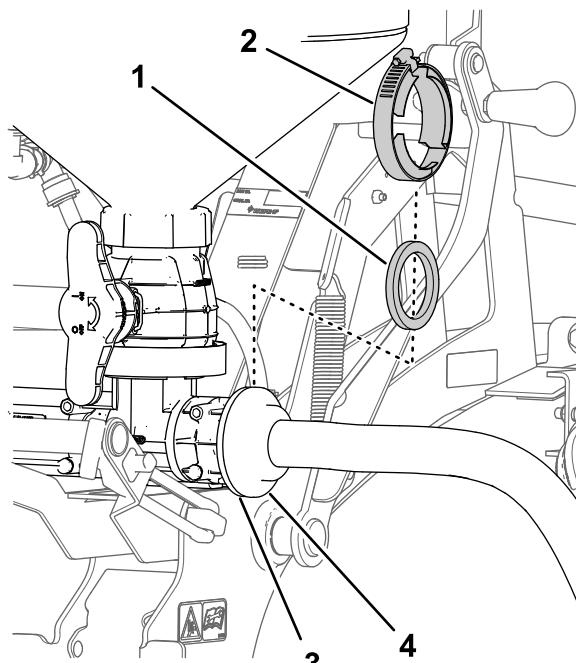

Figura 26
1. Alinhe a união flangeada do tubo de alimentação com a flange do misturador (Figura 26).
2. Prenda o tubo de alimentação ao misturador com uma junta e um grampo flangeado (Figura 26).